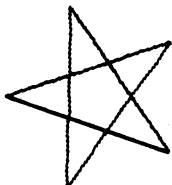

图 2.1 五角星
1. 画五角星：每次让海龟前进80步，右转144度，共重复5次。如图2.1